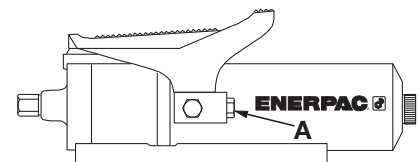

Figura 3
1. Vedere la Figura 3. Rimuovere il tappo dal raccordo idraulico girevole (A) a filettatura conica NPTF di 3/8" femmina e collegare l'attacco maschio di un raccordo idraulico NPTF di 3/8". L'elemento collegato può essere un raccordo per portate elevate, un tubo flessibile o un adattatore per manometro.